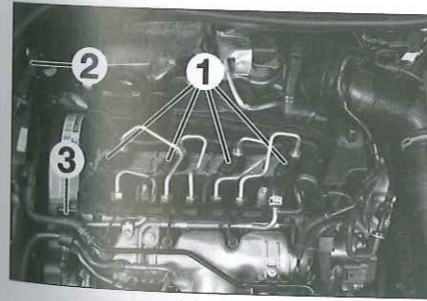

Fig. 62
- Sacar los conectores de los inyectores (1), el captador de presión diferencial de los gases de escape (2) y el captador de presión de rampa común (3) (Fig.62).